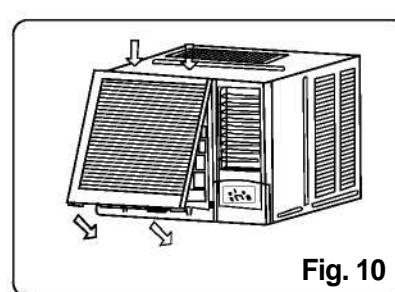

Fig. 10
2. Okačite prednji panel na kopče na okviru, potom pritisnite prednji panel u prorezu na okviru dok ne čujete klik (Pogledajte Fig 10).